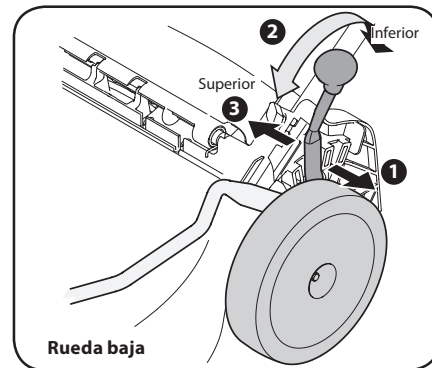
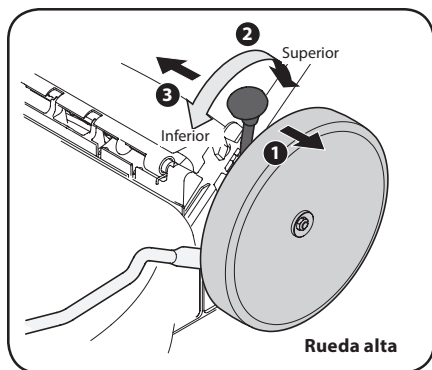

Figura 2-12
Figura 2-13
2. Mueva la palanca a la posición deseada para cambiar la altura de corte. Consulte la Figura 2-12 para la rueda baja y la Figura 2-13 para la rueda alta.